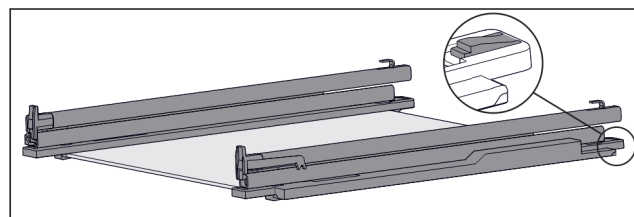

Fig. 128 Ripiano in vetro con guide e fermi
- Premere il fermo sul lato posteriore (vedere Fig. 128) e allo stesso tempo spingere la guida all'indietro.